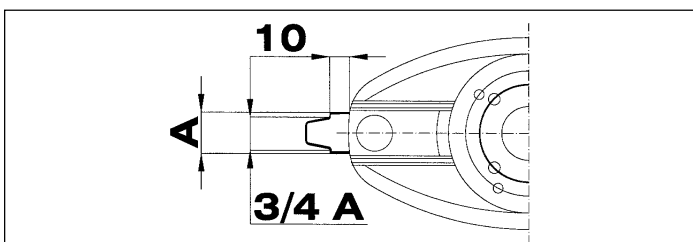

Abb. 19
- **wenn sie verschlissen sind:** Wenn die Breite der Klinge 10 mm / 0,39 Zoll - von der Scheibe $\frac{3}{4}$ der Originalbreite ausmacht (Abb. 19).